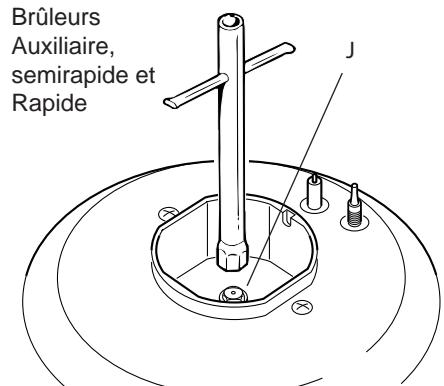

Fig. 10.9
- A l'aide d'une clé plate, remplacer les injecteurs "J" (figs. 10.9, 10.10) par ceux qui conviennent au gaz que l'on va utiliser (voir tableau pour le choix des injecteurs).